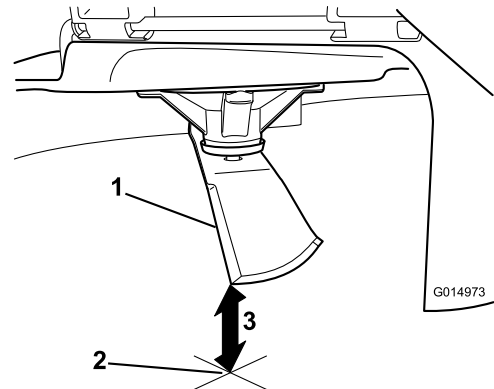

Figura 88
5. Mida desde la punta de la cuchilla hasta la superficie plana (**Figura 88**).